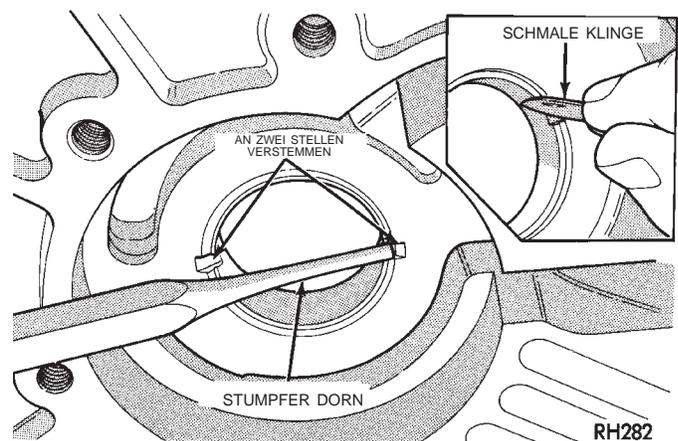

Abb. 124 Ölpumpenbuchse verstemmen
(3) Neue Pumpenbuchse an zwei Stellen mit stumpfem Dorn verstemmen (Abb. 124). Anschließend die Verstemmungen mit einem Messer entgraten.